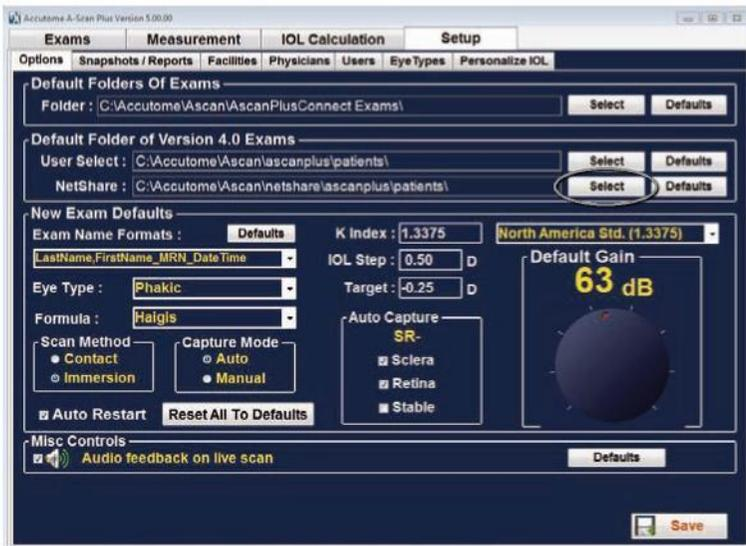

Figura 5-11 Condivisione di rete (Net Share)
1. Fare clic su "Seleziona" come mostrato nella figura 5-11 in basso.